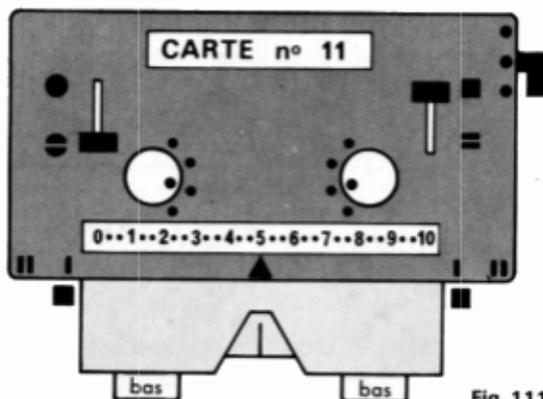

Fig. 111
- Régler le chariot comme fig. 111. Sortir la laine du guide-fil et la mettre en attente en bout de fonture,
- 2° Régler le chariot comme fig. 111 page 35. Sortir la laine du guide-fil et la mettre en attente en bout de fonture.
- 2° Régler le chariot comme fig. 111 page 35. Sortir la laine du guide-fil et la mettre en attente en bout de fonture .